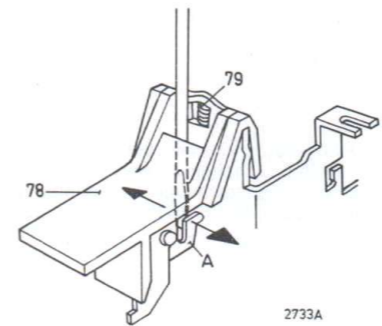

Fig. 10
- Wanneer men de weergeeftoets en de pauzetoets ingeschakeld heeft, moeten deze gelijktijdig uitschakelen bij bediening van de stopstoets. Instellen door lip A naar links of naar rechts te verbuigen (zie Fig. 10).